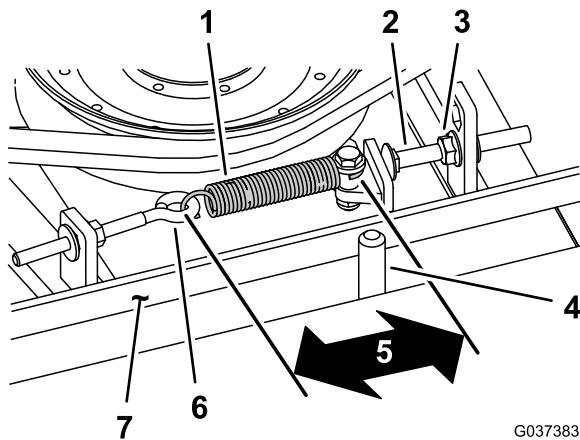

Figure 114
Lorsque le ressort d'extension est correctement tendu, l'intérieur doit mesurer (d'un crochet à l'autre) entre 8,3 et 9,5 cm. Lorsque le ressort est correctement tendu, ajustez le boulon de butée (boulon de carrosserie) jusqu'à obtention d'un jeu d'environ 2 à 5 mm entre la tête du boulon et le bras de tension (Figure 114).
Remarque: La courroie doit être placée du côté ressort du guide (Figure 114).
2. Desserrez le boulon à œil (Figure 114).
3. Desserrez l'écrou à embase qui fixe le boulon de butée à la patte de montage, et écartez la poulie de tension de la courroie (Figure 114).
9. Raccrochez le ressort d'extension (Figure 114) au boulon à œil et tendez la courroie comme suit :